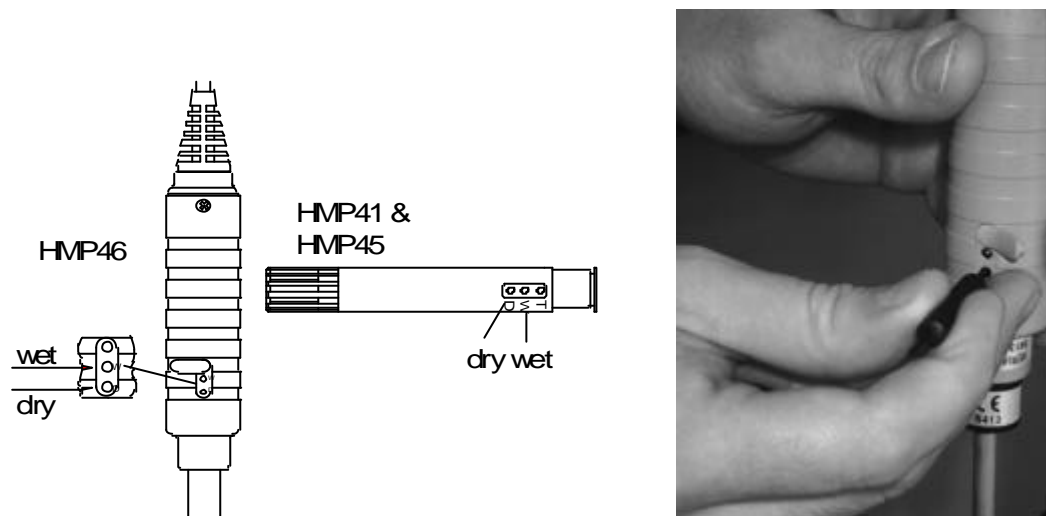

Abbildung 5.1 Lage der Trimpotentiometer
- Warten Sie, bis sich der Feuchtwert stabilisiert (ca. 30 Minuten). Überprüfen Sie die Temperatur und lesen Sie den nächsten Feuchtwert in der Kalibriertabelle ab. Gleichen Sie den Wert des trockenen Endes mit dem Potentiometer D (trocken) im Sondengehäuse so ab, daß er dem Wert in der Kalibriertabelle entspricht; verwenden Sie einen geeigneten Trimmerschraubenschlüssel (siehe Abbildung 5.1).